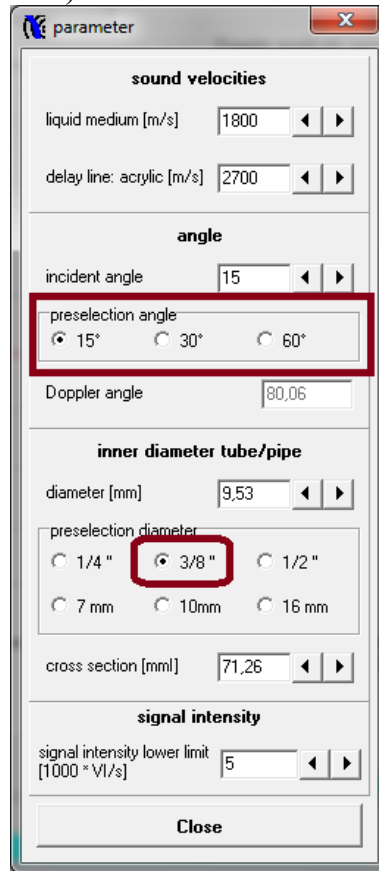

Рисунок 5. Вкладка «Parameter»
8. В программе Flow view во вкладке «Parameter» выберите соответствующий диаметр трубки и угол (рис. 5).